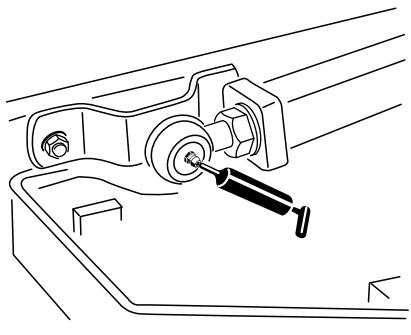

Figura 68
- Articulaciones de bola de los brazos de elevación (2) (Figura 68).